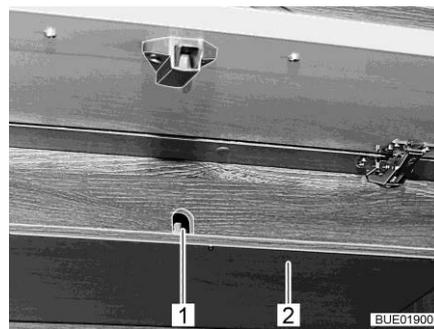

Fig. 202 Portillon sur le meuble haut
- Retirer le cache (Fig. 202,2) sous l'ouverture d'accès (Fig. 202,1) à la manivelle.